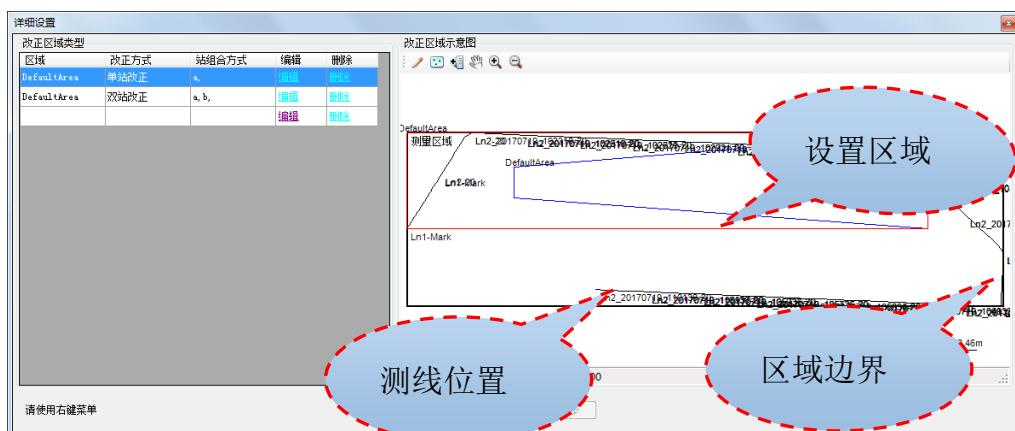

图 16-6 区域边界多边形
步骤二：绘制改正区域的多边形边界。在区域列表中，选择创建的区域，然后绘制区域。区域边界线有鼠标绘制和坐标绘制两种方式：①点击【绘制区域】按钮 ，进入鼠标绘制区域多边形模式，通过鼠标点击，在测量区域内绘制该区域的多边形边界，点击鼠标右键结束区域绘制；②点击【输入区域】按钮 ，在弹出的坐标列表中依次输入区域的顶点坐标。在测量区域视图中，当前区域的多边形用红色显示，非当前区域的多边形用蓝色显示，每个多边形左上角有一个区域编号，如图 16-6 所示。